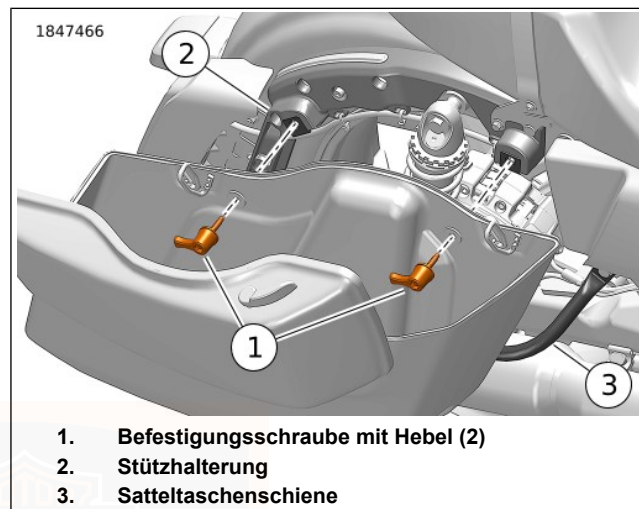

Abbildung 75. Ausbau/Einbau der Satteltasche
2. Siehe Abbildung 75. Die Hebel (1) der Befestigungsschrauben gegen den Uhrzeigersinn drehen, um die Befestigungsschrauben von der Stützhalterung zu entfernen.
1. Siehe Abbildung 75. Die Satteltasche behutsam in die Einbaustellung auf der Satteltaschenschiene (3) bringen. Die Befestigungsstüben an der Stützhalterung (2) ausrichten.
2. Siehe Abbildung 75. Die Befestigungsschrauben (1) durch die Tüllen in der Stützhalterung (2) einbauen. Die Hebel im Uhrzeigersinn drehen und die Befestigungsschrauben so anziehen, dass die Hebel wie dargestellt nach unten zwischen der 3-Uhr- und 9-Uhr-Stellung zeigen.